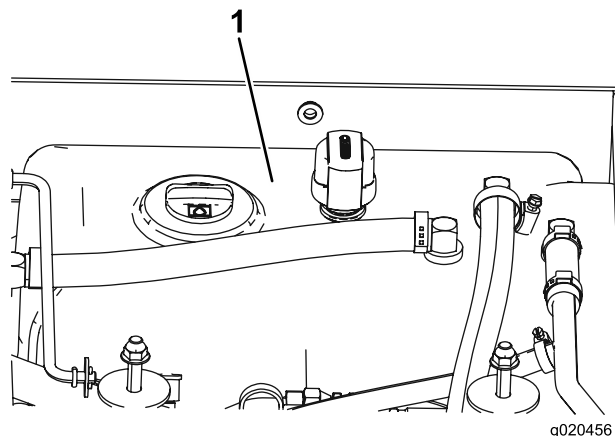

Рисунок 73
4. Залейте гидравлическую жидкость в бак (Рисунок 73); см. Проверка гидравлической жидкости (страница 59).